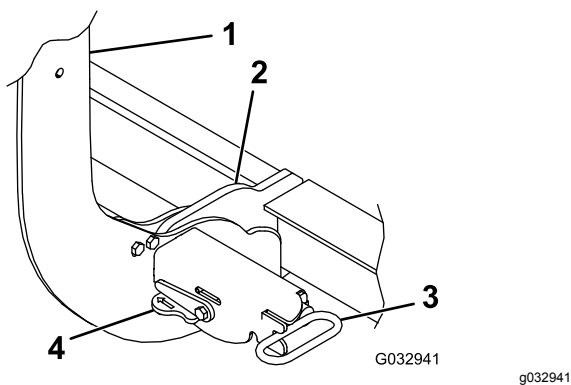

Figure 29
4. Tournez les leviers sur les goupilles à ressort la position de VERROUILLAGE (Figure 29).
7. Vérifiez que les goupilles à ressort sont complètement engagées dans l'accouplement (Figure 29).